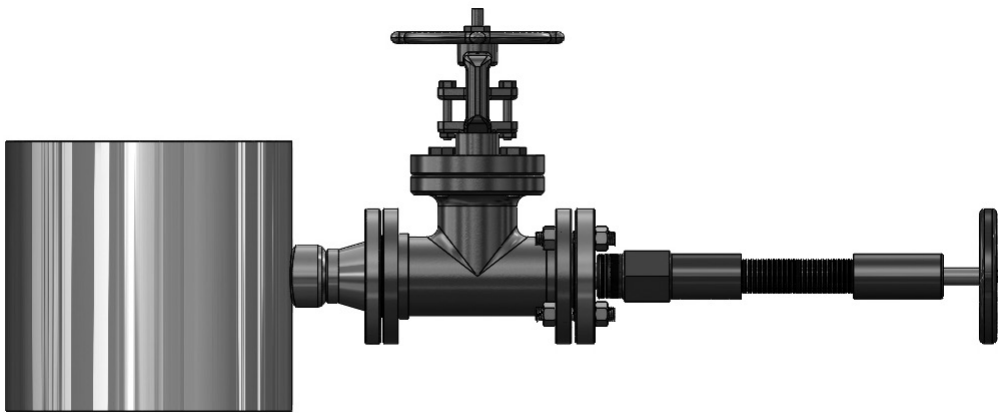

图 6.在线开孔工具
- 当探头截止阀处于全开位置时，安装适当的在线开孔工具（参见图 6），并在管道上钻孔（孔径参照下表）。按照在线开孔工具的操作说明进行操作。